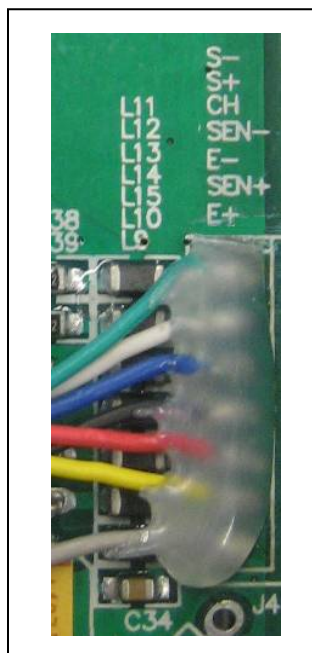

Fig. 1
- ⇒ Souder les fils du câble de la cellule de charge à la platine, voir fig. 1. Voir les détails dans les données techniques de la cellule de charge.